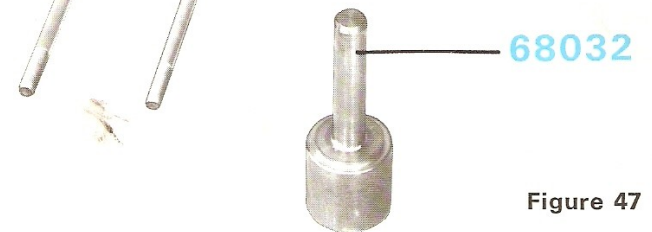

Figure 47
- Le carter étant préalablement chauffé (80 à 100°), le placer sur le guide n° 68032 (figure 47).